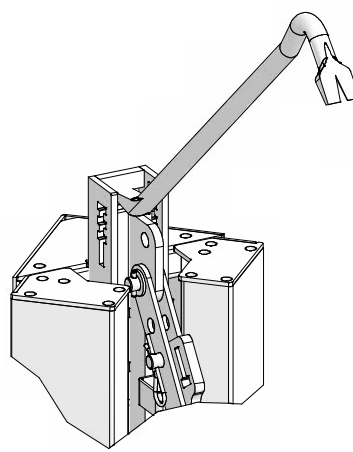

Abb. 52.5 C
7. Um die Ausschalecke wieder in die Ausgangsposition zurückzubringen wird das Hebeisen am Punkt C (Abb. 52.5 C)